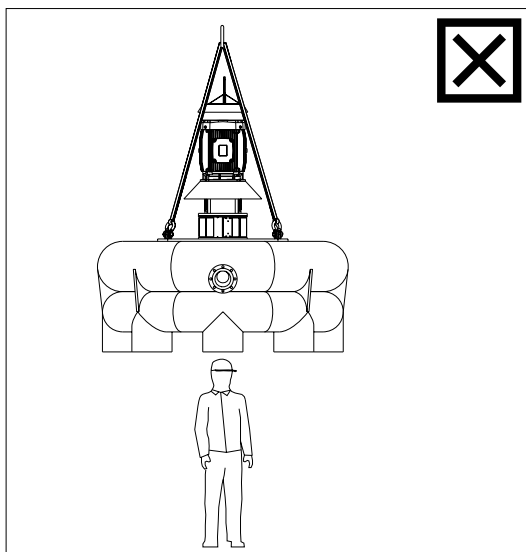

Figura 4
- No se debe circular por debajo del equipo cuando está levantado (figura 4).